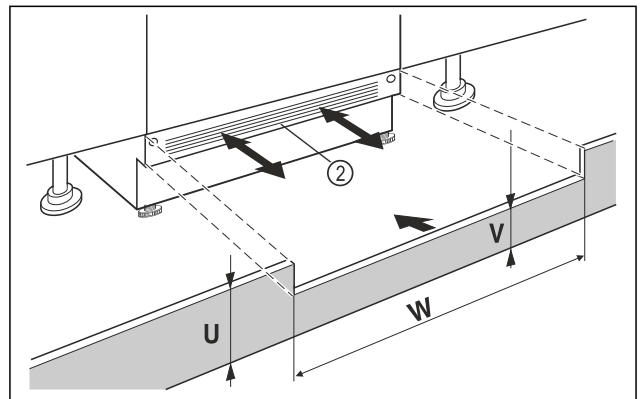

Fig. 40 Beispielhafte Darstellung
- ▶ Gerätesockelblende Fig. 40 (2) aufsetzen aber noch nicht fixieren.
- ▶ Bei sichtbarer Sockelblende Fig. 40 (2), diese so weit nach vorn ziehen, dass Vorderkante Lüftungsgitter und Möbelsockelblende eine Ebene bilden.
- ▶ Bei verdeckter Sockelblende Fig. 40 (2), diese ganz nach hinten schieben.
- ▶ Auf komplett freie Lüftungsschlitze achten: Bei Bedarf Höhe der Möbelsockelblende Fig. 40 (U) zuschneiden!
- ▷ Entlang der Nischenbreite Fig. 40 (W) die Steghöhe Fig. 40 (V) unter der Gerätesockelblende Fig. 40 (2) einpassen.